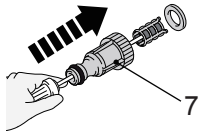

Fig. 29
1. Remova o conector da mangueira de entrada de água (7) da entrada de água (5).
2. Utilize uma ferramenta para desmontar o conector da mangueira de entrada de água (7) (Fig. 29).